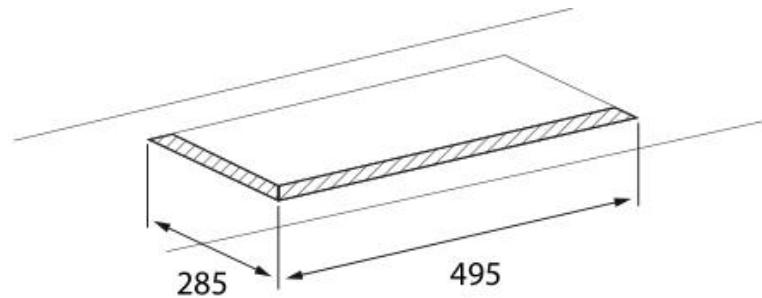

Fig. 2.
2. Haga un recorte rectangular en el armario. Véase la fig. 2~3.